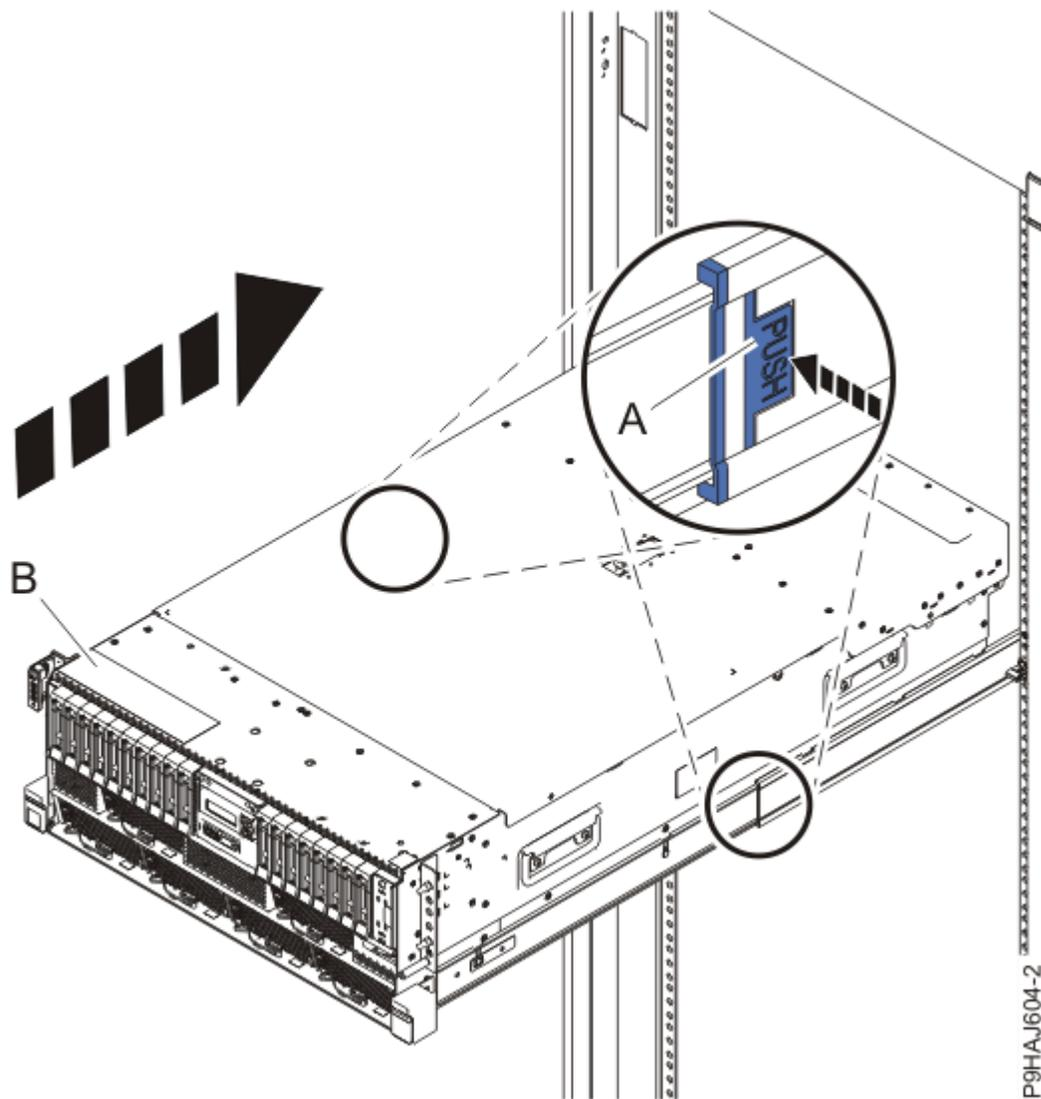

Figura 117. Colocando o Sistema na Posição de Operação
3. Para um sistema montado em rack, destrave as travas de segurança do trilho azul **(A)**, conforme mostrado na Figura 117 na página 134, empurrando-as para dentro.